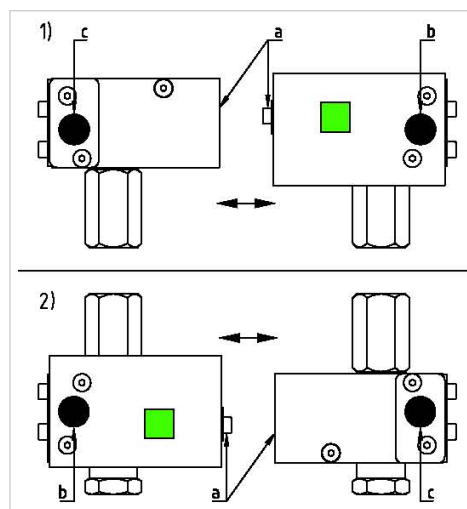

Abbildung 7: Schieberstellung RTC
7. Stellung der Vorrangsschieber prüfen. Beide Schieber müssen in der Grundstellung sein (siehe Abbildung 7)!